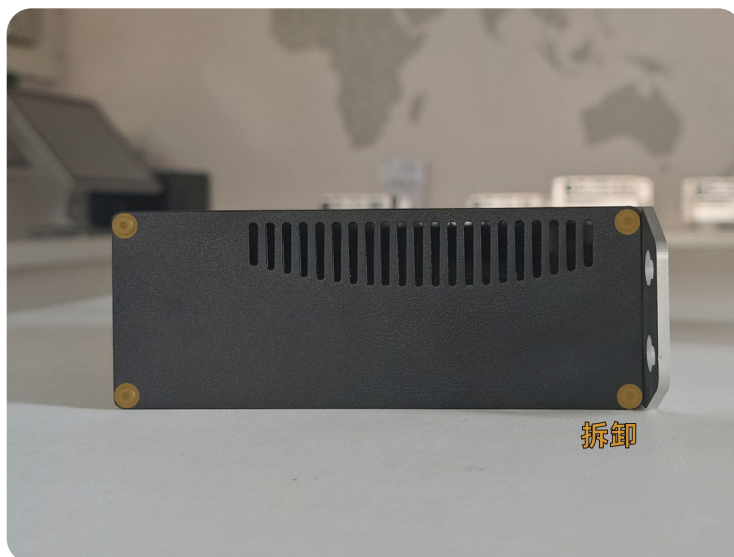

图3-2-1
- ① 请先将产品水平放置（带风扇面朝下），切断电源并拔掉所有接口。
- ② 在产品两端取下2 x 4颗M3内六角螺钉（如图3-2-1），轻取下盖板壳体可看到内部线路板结构。